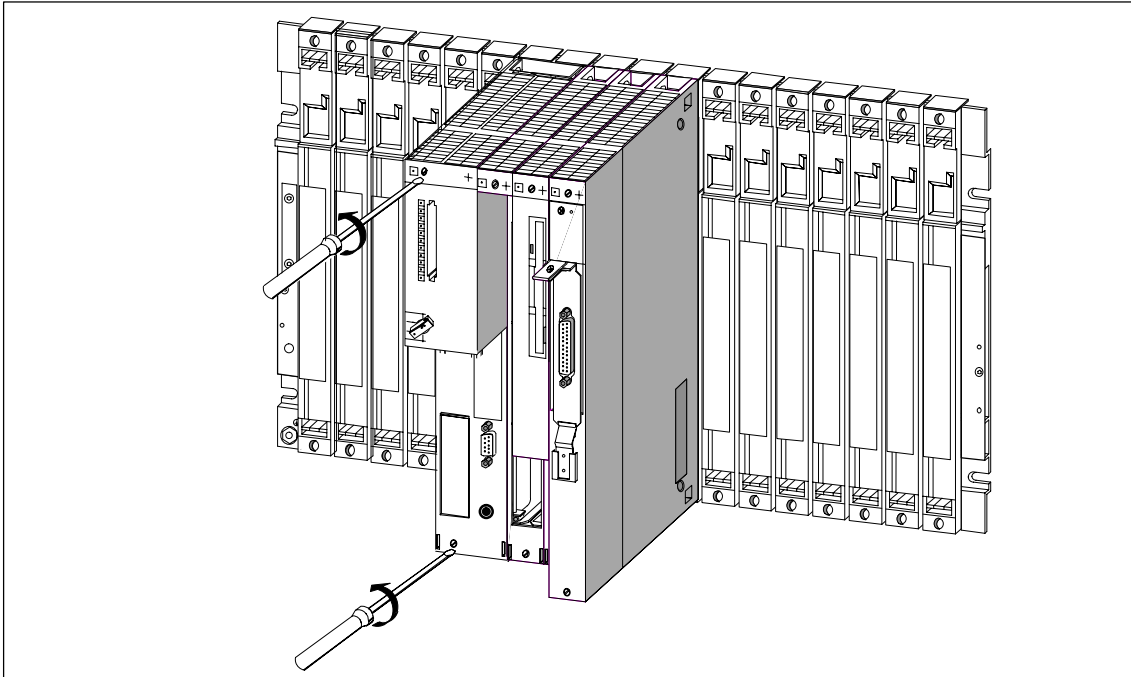

Bild 8-23 Baugruppen losschrauben
6. Lösen Sie die Befestigungsschrauben aller Baugruppen des Baugruppenverbundes. Bild 8-23 zeigt die Position der Befestigungsschrauben auf einer Baugruppe.